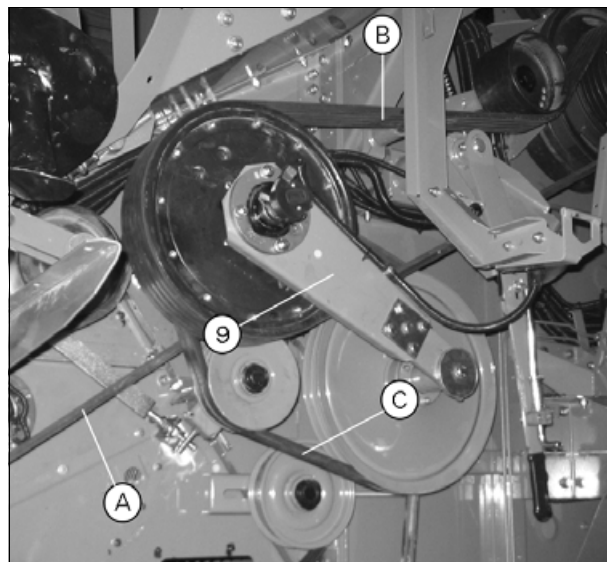

Рис. 15.
- При установке опорного кронштейна (9) (рис. 15), пропустите провод через подшипник по канавке вала до установки запорного кольца на подшипник.